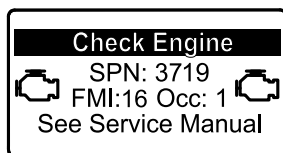

図 41
- ・ 駐車再生が必要になると、インフォセンターにエンジン警告 SPN 3719, FMI 16 図 41 が表示され、エンジン出力が 85% にダウンします。